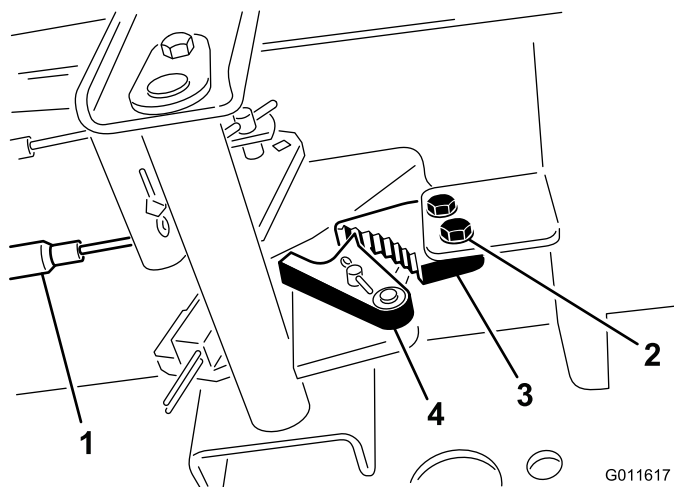

Рисунок 66
1. Ослабьте два винта крепления защелки стояночного тормоза к раме (Рисунок 66).
2. Нажмите педаль тормоза вперед, пока углубление тормоза не войдет полностью в зацепление с защелкой тормоза (Рисунок 66).